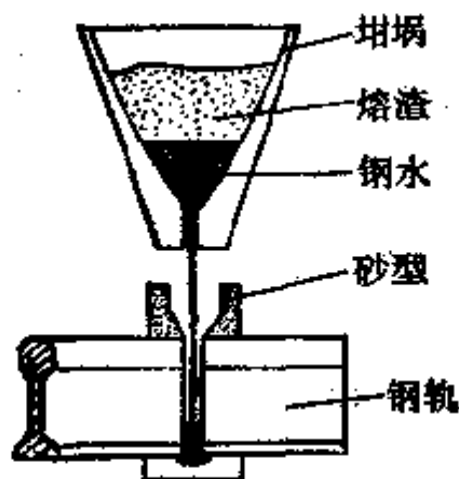

图 6-5 用铝热剂焊接钢轨
铝热反应的原理可以应用在生产上, 例如焊接钢轨。往铝热剂里加入一定量的铁合金和铁钉屑, 把这种混和物放到特制的坩埚里, 点燃后, 立即发生剧烈的复杂的化学反应^①, 产生了高温的钢水和熔渣。随即把高温钢水浇入扣在两根钢轨缝上的砂型中, 这样可以把两根钢轨焊接起来(图 6-5)。这种焊接不用电源, 而且焊接的速度快, 设备简易, 适合在野外作业。用这种焊接方法可以把比较短的钢轨(12.5~25 米)焊接成较长的钢轨(约 1000 米), 这在建设铁道的无缝线路上有着重要的意义。此外, 在工业上, 也用铝热剂的焊接法焊接大截面的钢材部件。